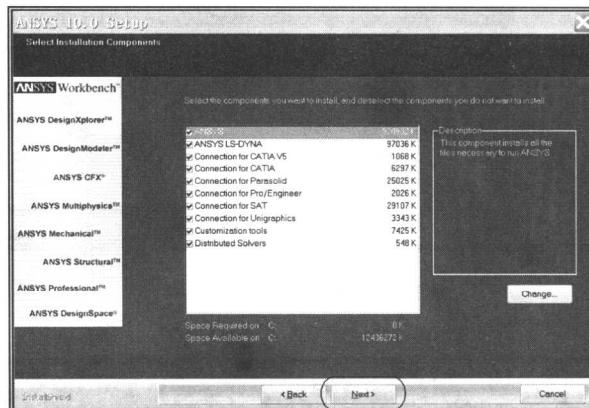

图 1-4 选择 ANSYS 安装部件
- ④ 出现选择 ANSYS 安装部件界面如图 1-4 所示，单击 Next 按钮进行下一步安装。